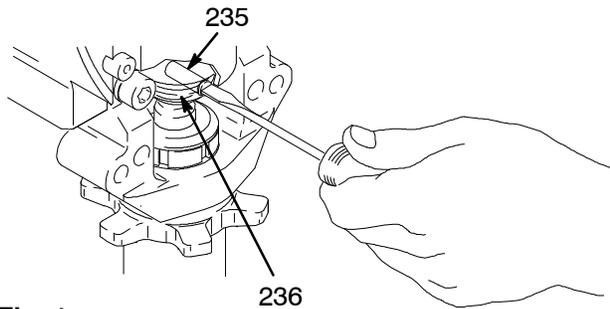

Fig. 1
3. Svitare il flessibile di aspirazione (34) dalla pompa, mantenere una chiave sulla valvola di ingresso della pompa (A) per evitare che la pompa si allenti.
4. Scollegare il flessibile di scarico della pompa (100) dal nipplo di uscita del pompante (60).
5. Fig. 1. Utilizzare il cacciavite per spingere in alto la molla di ritenzione (236) nella parte superiore della pompa. Spingere in fuori lo spinotto (235).